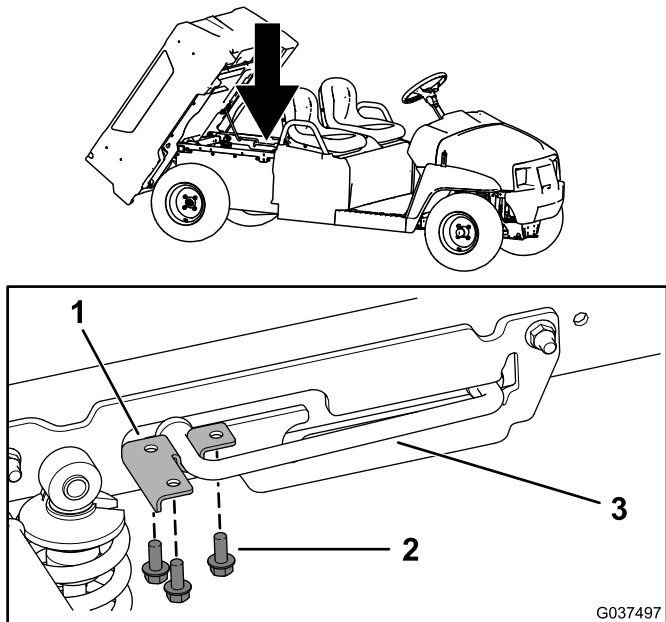

图2
2. 从支撑杆上卸下 3 个凸缘头螺丝 5/16 x 3/4 英寸和支撑杆 U 形架 图2。